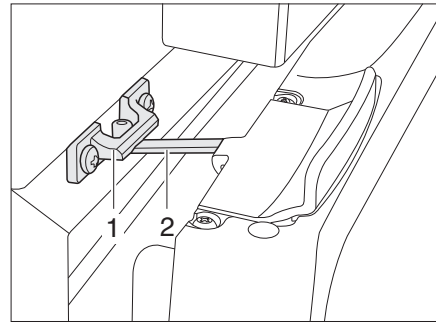

Bild 134 Kylskåpsdörr i ventilationsläge (Thetford)
- För upp låset (Bild 134,2) och haka fast det i låsfästet (Bild 134,1). Därvid stannar kylskåpsdörren i öppet läge.